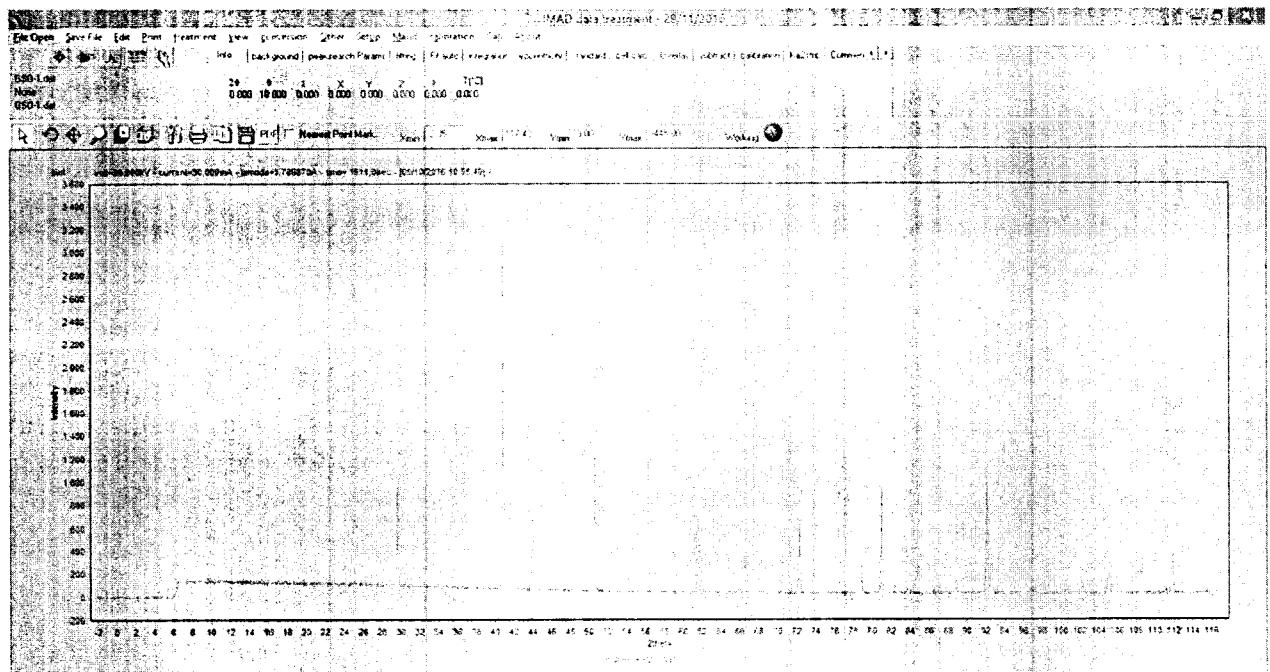

Рисунок 5 - Открытие файла *GSO-1.dat*.
6.4.2.5. Провести определение положения рефлексов. Для этого открыть полученный файл с помощью функции FileOpen⇒DAT File в окне IMAD. (Рис. 5).